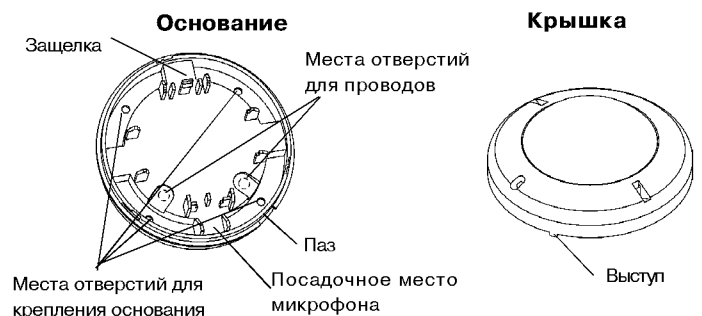

Рис. 3 Основание и крышка извещателя
- снимите крышку извещателя, повернув ее против часовой стрелки до упора (рис. 3);
- просверлите в основании корпуса отверстия (рис. 3), которые будут использоваться для прокладки проводов и крепления извещателя;